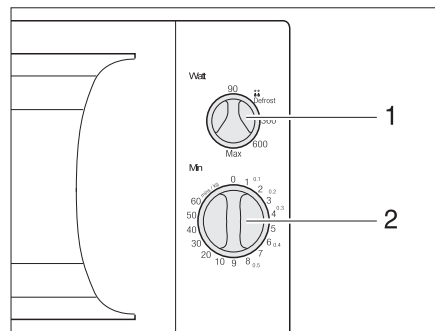

Fig. 129 Elementos de mando del horno microondas
- Seleccionar la potencia con el regulador giratorio (Fig. 129,1).
- Seleccionar el tiempo de cocinado con el regulador giratorio (Fig. 129,2). Comienza el proceso de cocinado.